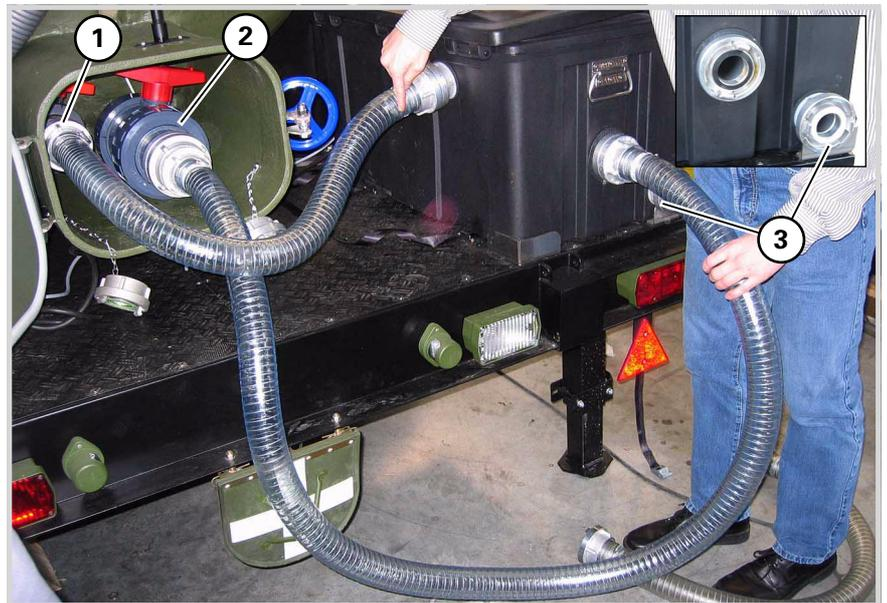

Bild 18 Pumpenanschlüsse
3. Schläuche gemäß Bild 18 anbringen. Den Schlauch zur Abnahmeeinrichtung am Anschluss (18/3) anschließen. Dabei auf saubere Anschlüsse und auf unbeschädigte sowie richtig sitzende Dichtungen achten.